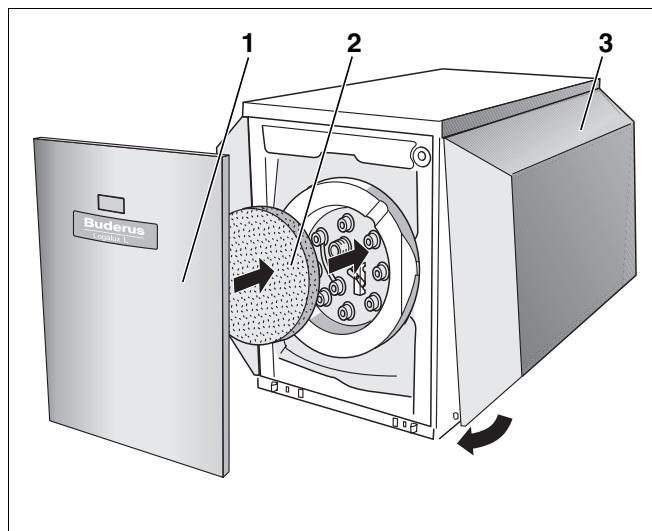

Рис. 14 Установка теплоизоляции и передней стенки
- Установить теплоизоляционный элемент (рис. 14, **поз. 2**) на крышку люка.
- Подвесить переднюю стенку (рис. 14, **поз. 1**) сверху и нажать на нее снизу до защелкивания в баке.